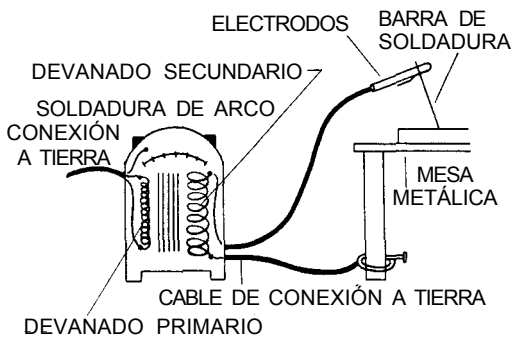

Fig. 33-6. Soldadura por arco eléctrico.
**Soldadura por arco eléctrico.** En este tipo de soldadura, el calor lo produce el arco formado entre una barra de soldadura y el objeto metálico que se está soldando. La barra se conecta en una terminal del soldador y el objeto metálico en la otra (Fig. 33-6).